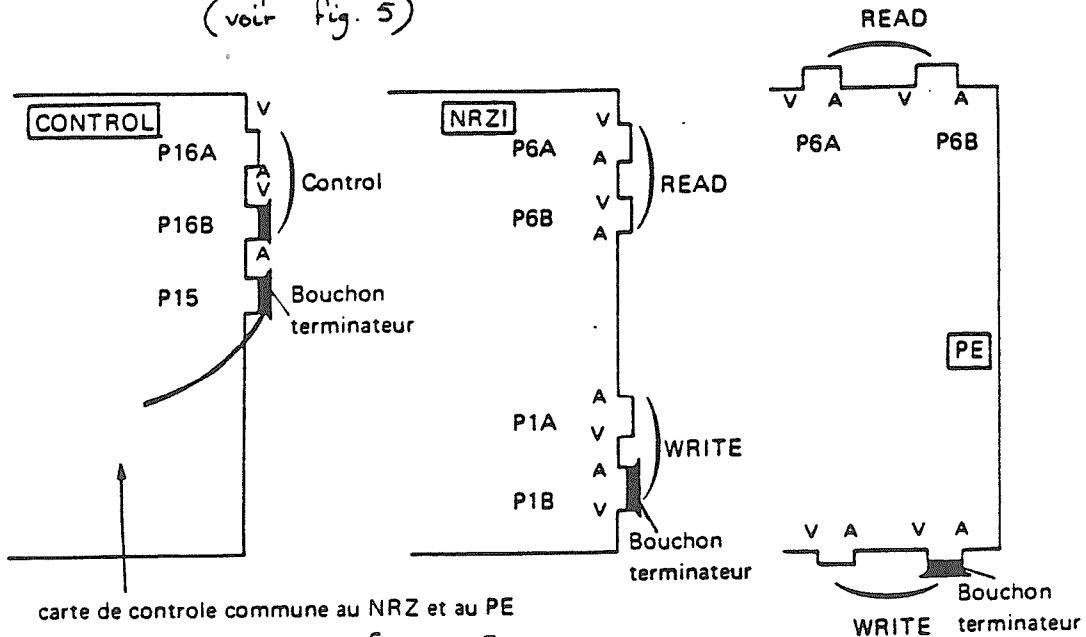

Figure 5
- " que les bouchons terminateurs sont bien en place (voir fig.5)